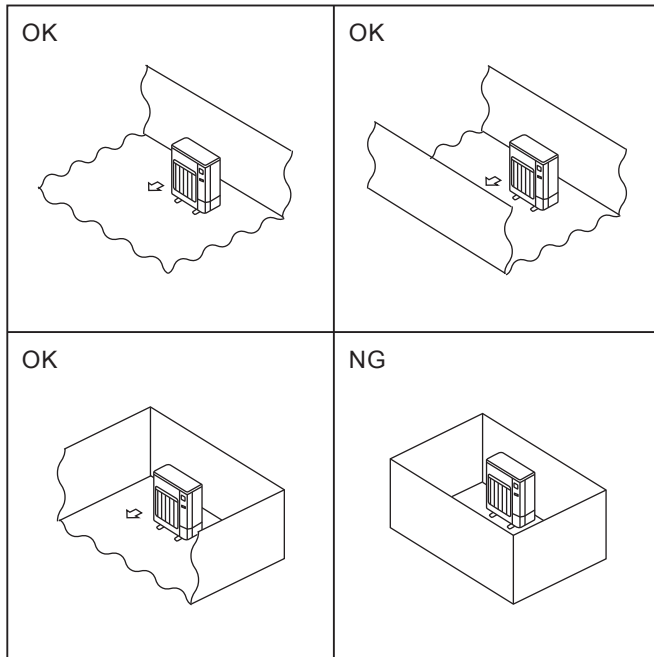

Fig. 2-1
- Ⓢ Installera utomhusenheter på en tillräckligt stor plats där minst en av de fyra sidorna är öppen och det inte finns några nedsänkningar. (Fig. 2-1)